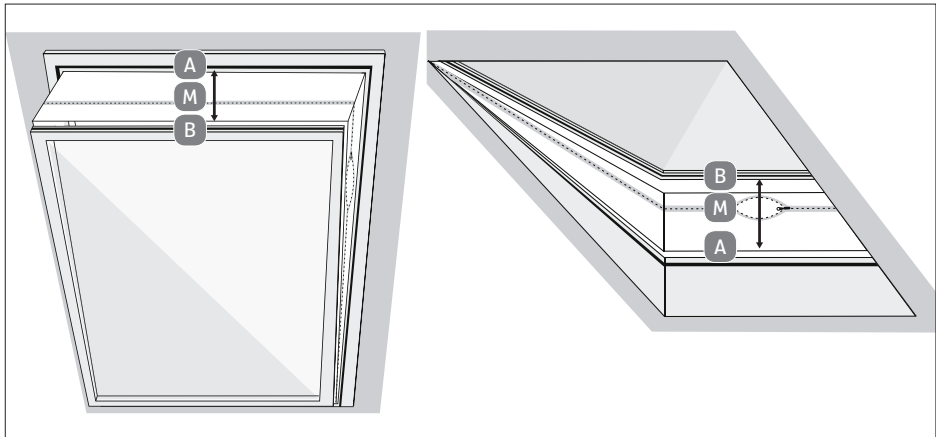

Abb. 14 – Montage Dachfenster
- ▶ Lösen Sie die Flügelmutter soweit, dass ein Freiraum zwischen dem Teil A des Fensterkits und dem Gleiter entstehen. (**siehe Abb.14 Schritt I**).
- Stellen Sie das Fensterkit auf die gewünschte Größe ein, indem Sie das Fensterkit zusammenschieben bzw. auseinanderziehen und ziehen Sie die Flügelmutter wieder an. (**siehe Abb.14 Schritt II**).